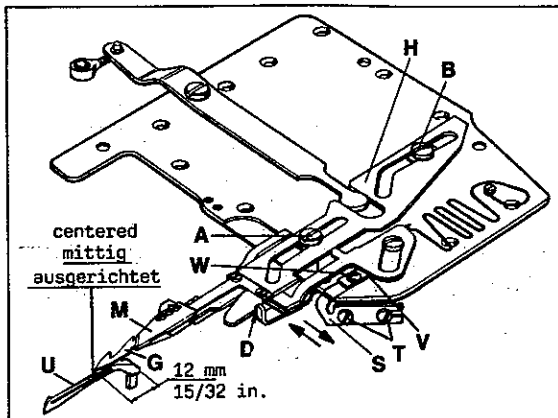
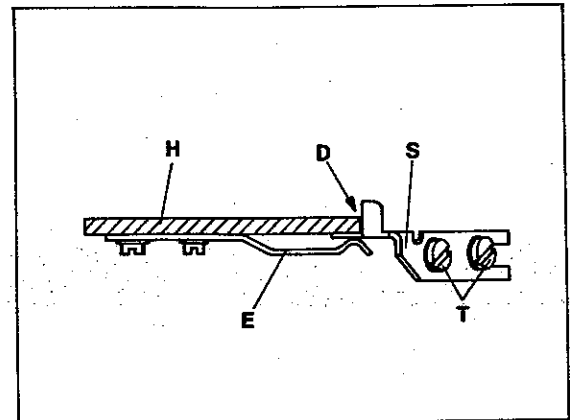
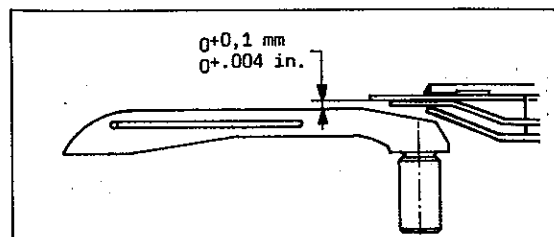

Fig.43
Fig.44
Fig.45
- 3.1 Loosen screws (T, Fig. 43) and move guide (S) to the front (towards the operator).
For adjustment loosen screw (B, Fig. 43) and rotate lower knife holder (H) around screw (A) until the lower knife tip centers above the ridge on the top of the looper blade.
- 3.4 Stop (V, Fig. 43) limits the movement of the upper knife (M) to the left.
Now move guide (S, Fig. 43) to the rear (away from operator) until it contacts the lower knife holder (H) at point (D, Figs. 43 and 44) without deflecting it.
Simultaneously set by lowering or raising guide (S, Fig. 44), which is also positioned between lower knife holder (H) and leaf spring (E), the height of lower knife above the top ridge of looper blade according to Fig. 45. Retighten screws (T, Figs. 43 and 44).
NOTE: Always when loosening screw (B, Fig. 43) for setting the lower knife tip, it is necessary to readjust guide (S, Figs. 43 and 44).
- 3.1 Lösen Sie die Schrauben (T, Fig. 43) und schieben Sie die Führung (S) nach vorne (zur Bedienungsperson).
- 3.2 Bei genau am oberen Endpunkt ihrer Bewegung stehenden Nadeln schwenken Sie den Fadenabschneidermechanismus nach links, bis die Spitze des Untermessers (G, Fig. 43) 12 mm vom rechten Ende des Greifers (U) entfernt ist.
Zur Einstellung lösen Sie die Schraube (B, Fig. 43) und drehen den Träger für Untermesser (H) um die Schraube (A) bis die Untermesserspitze mittig über dem Rücken der Greiferklinge steht.
- 3.4 Der Anschlag (V, Fig. 43) begrenzt die Bewegung des Untermessers (M) nach links.
Schieben Sie nun die Führung (S, Fig. 43) nach hinten (von der Bedienungsperson weg) bis sie im Punkt (D, Fig. 43 und 44) am Träger für Untermesser (H) ohne zu drücken anliegt.
Stellen Sie gleichzeitig durch nach unten oder oben Verschieben der Führung (S, Fig. 44), die auch zwischen dem Träger für Untermesser (H) und Blattfeder (E) liegt, die Höhe des Untermessers über dem Rücken der Greiferklinge nach Fig. 45 ein. Ziehen Sie die Schrauben (T, Fig. 43 und 44) wieder an.
BEACHTEN SIE: Nach jedem Lösen der Schraube (B, Fig. 43) zum Einstellen der Untermesserspitze, muß die Führung (S, Fig. 43 und 44) neu eingestellt werden.